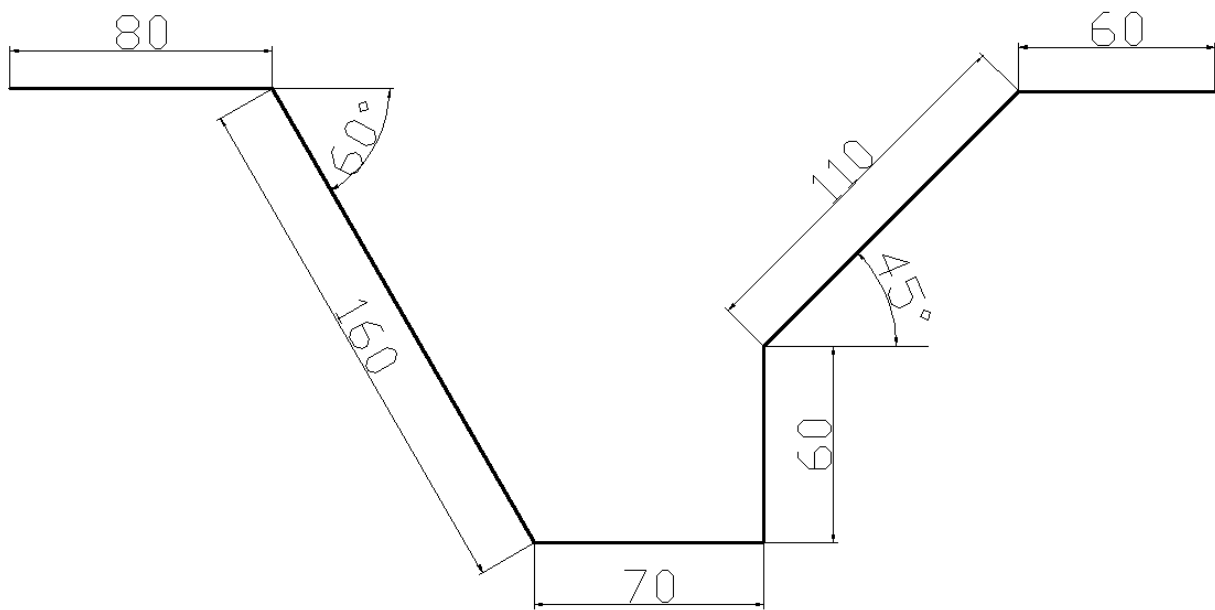

Рисунок 1. – Котлован.
- Создать слой рисунок, начертить котлован (рисунок 1).
- Создать слой Подписи, сделать его текущим, вставить текст как на рисунок 1.